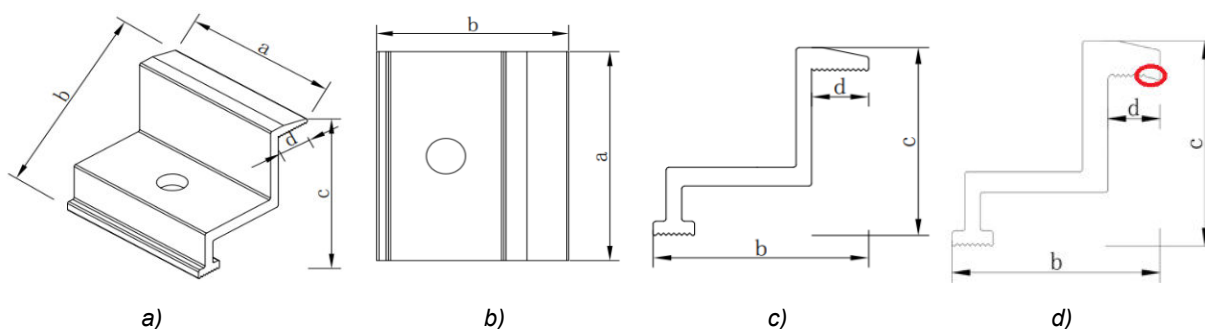

Figure 11. Schéma de la pince recommandée.
Les étriers ne doivent pas être installés en contact avec le verre avant du Module et ne doivent pas déformer ou exercer une pression excessive sur le châssis de Module. Schéma de la pince recommandée illustré comme suit (voir Figure 11). Assurez-vous que les étriers ne créent pas d'ombre sur le Module. Le châssis ne peut en aucun cas être modifié. Lors du choix de la méthode de montage des étriers, assurez-vous qu'il y a au moins quatre étriers sur chaque Module. Différentes positions de montage des étriers, ainsi que la manière dont les rails supportent les modules, déterminent la capacité de charge maximale du Module. Table 7 à Table 9 comme suit, montrez les différentes méthodes de montage et les positions des étriers et des rails en fonction des différentes méthodes de montage. La distance entre la position d'installation de l'étrier côté long et le bord est représentée par L dans Table 7 à Table 9. La distance entre la position d'installation de l'étrier côté court et le bord est représentée par S dans Table 8 et Table 9.
- c) Il est recommandé de monter les Modules surdimensionnés (taille supérieure à 2,2 x 1,3 m) avec les étriers de carrossage illustrés dans Figure 11 - d), ce qui permet aux étriers de mieux s'adapter au châssis et d'offrir des performances plus stables dans des conditions environnementales extrêmes.